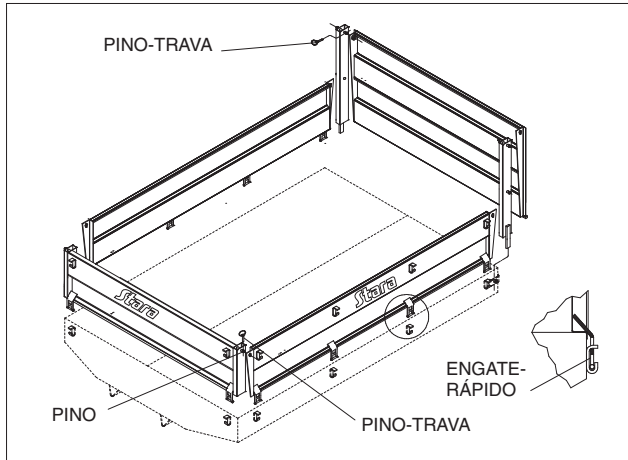
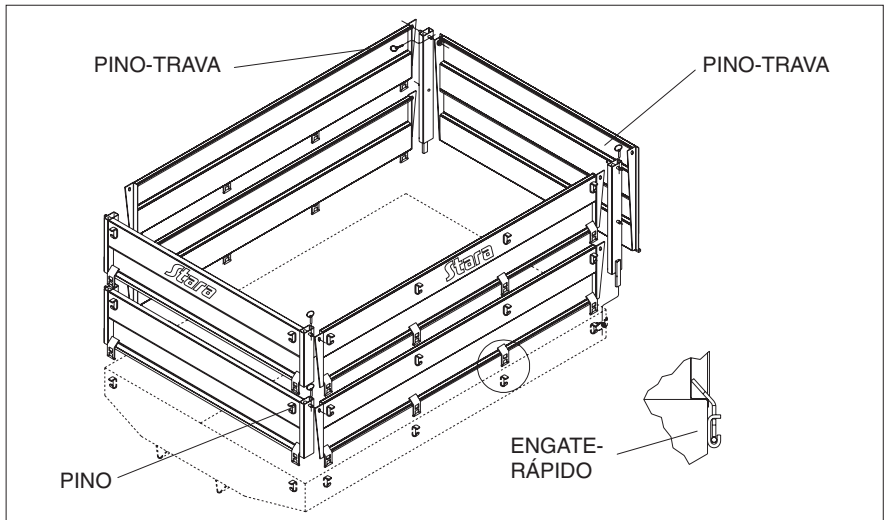
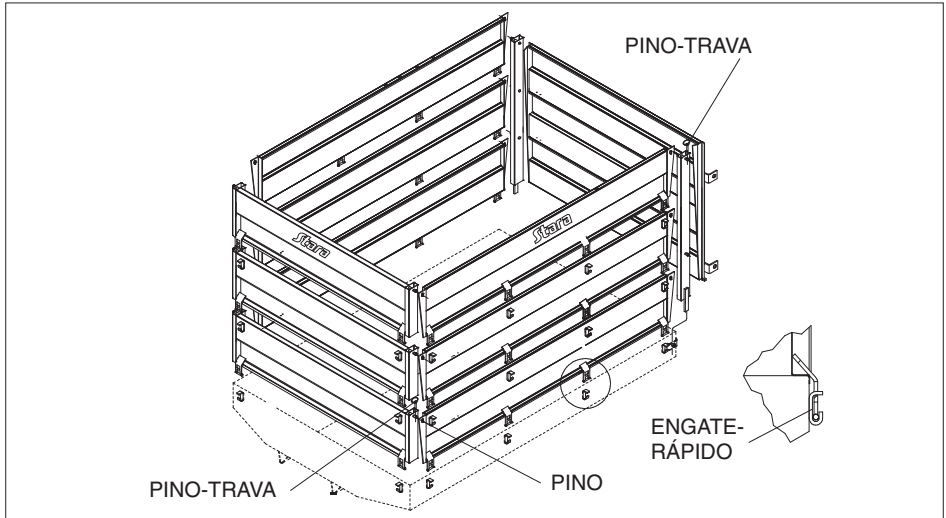

Figura 09
Figura 10
Figura 11
**7.4.1. - Tampas laterais e dianteiras:**As tampas laterais e dianteiras são montadas na plataforma através de engates-rápido e entre si através dos pinos e pinos-trava (REBOKE 3500 - Figura 09, REBOKE 5000 - Figura 10 e REBOKE 8000F - Figura 11).